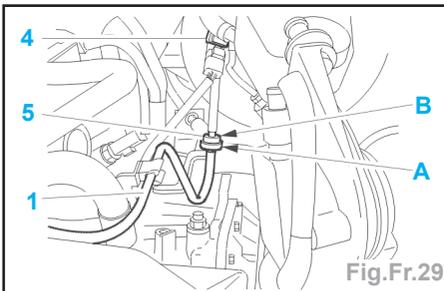

Fig.Fr.29
- Description (Fig.Fr.29) :
- (1) : tuyau relié à la source de dépression (tubulure),
- (4) : ensemble interface + capteur de dépression,
- (5) : clapet de dépression,
- (A) : partie de couleur noire vers la source de dépression,
- (B) : partie de couleur blanche vers l'amplificateur.